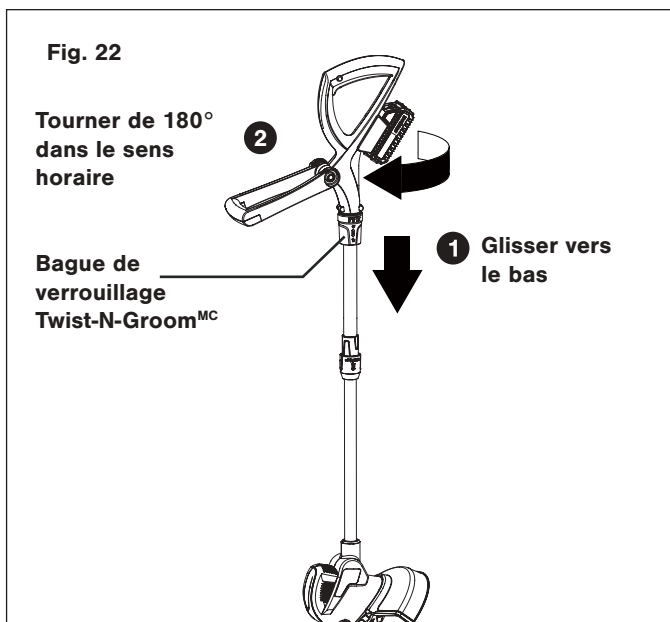

Fig. 22
1. Pour transformer le coupe-gazon SharperBlade^{MC} en taille-bordure, faites glisser la bague de verrouillage Twist-N-Groom^{MC} vers le bas et tournez la poignée dans le sens horaire d'un angle de 180°, tout en tenant le manche. Relâchez la bague de verrouillage et assurez-vous qu'elle se mette en place en s'encliquetant (Fig. 22).